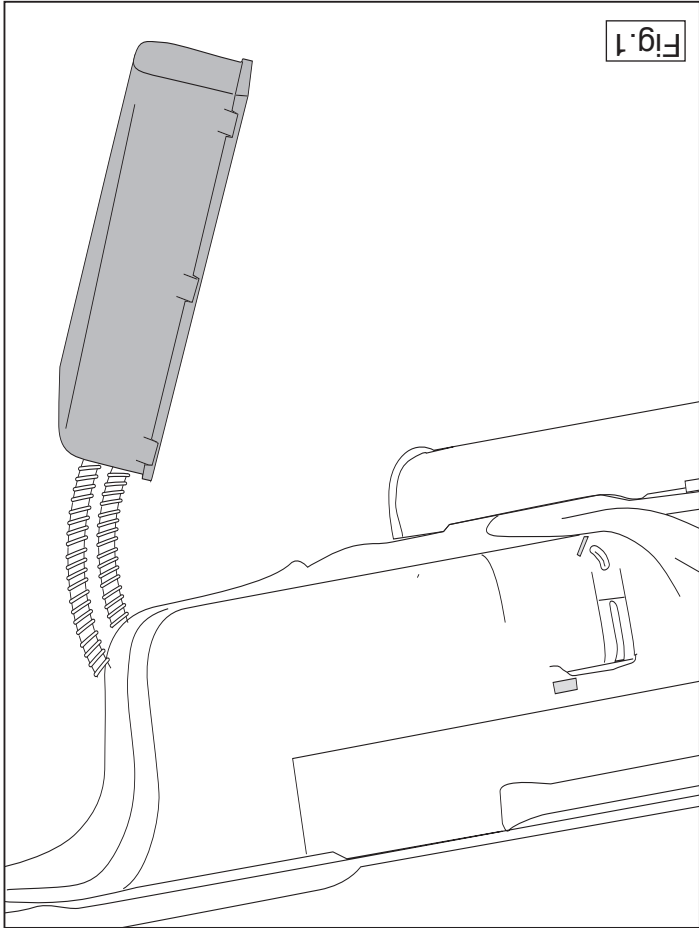

Fig. 1
4. Den Aktivkohlefilter am Fahrzeugboden einschließlich Halterungen abmontieren und an den Anschlußschläuchen herunter hängen lassen. (Siehe Fig. 1).
4. Détacher le jerrycan d'essence qui se trouve ainsi que les support sur le côté droit. (la figure 1)
4. Tag bort kanistern inklusive stagen till höger. (fig. 1).
4. Løsn kanstret inklusiv støtterne i højre side. (fig. 1).
- Desprender en el lado derecho el recipiente inclusive . (fig. 1).
- Staccare il canestro sostegni posto sul lato destro. (fig. 1).